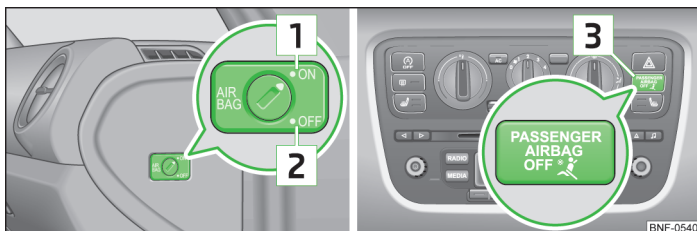

Fig. 94 Nøglekontakt til forsædepassagerens frontairbag / Kontrollampe til frakobling/tilkobling af forsædepassagerens frontairbag
- Kontrollampen **PASSENGER AIR BAG OFF**  **[3]** » Fig. 94 på side 97 lyser, efter at tæn- dingen er tilsluttet.
- Drej slidsen i nøglekontakten til position **2** » Fig. 94 OFF med nøglen.
- Drej slidsen i nøglekontakten til position **1** » Fig. 94 ON med nøglen.